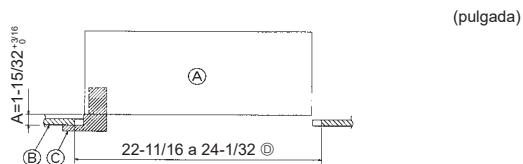

Fig. 5-2
②	Tornillo con arandela	4	M5 × 0,8 × 28 (mm), 1/32 × 1-7/64 (pulgadas)
③	Calibre	1
④	Cable de enlace para el receptor de señales	1	Se incluye si la unidad dispone del receptor de señales.
⑤	Cable de enlace para el sensor i-See	1	Se incluye si la unidad dispone del sensor i-See.
⑥	Remache	2	Se incluye si la unidad dispone del receptor de señales.
⑦	Remache	2	Se incluye si la unidad dispone del sensor i-See.
⑧	Mando a distancia inalámbrico	1	Se incluye si la unidad dispone del mando a distancia inalámbrico.
⑨	Soporte del controlador remoto	1	Se incluye si la unidad dispone del mando a distancia inalámbrico.
⑩	Pilas LR6 AA	2	Se incluye si la unidad dispone del mando a distancia inalámbrico.
⑪	Tornillos roscados de 3,5 × 16 mm	2	Se incluye si la unidad dispone del mando a distancia inalámbrico.
5.2. Preparación para colocar la rejilla (Fig. 5-2)